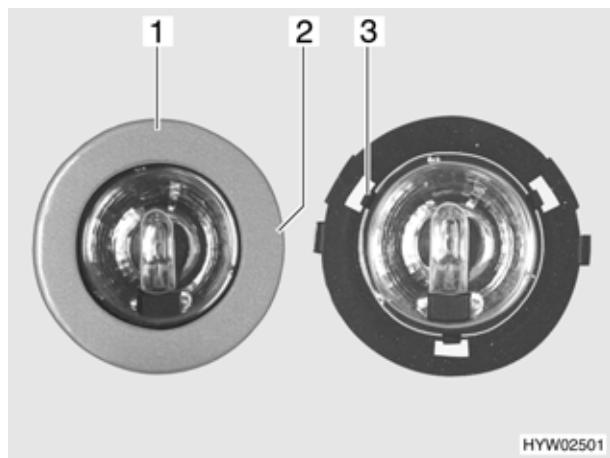

Fig. 201 Lampada alogena
- Girare lentamente il diaframma (Fig. 201,1) finché il nasello (Fig. 201,2) dell'involucro non si arresta a scatto nella scanalatura sottostante del diaframma.
- 3 griffe (Fig. 201,3) tengono ferma la lastra di vetro della lampada alogena nell'involucro. Spingere di lato una delle 3 griffe.